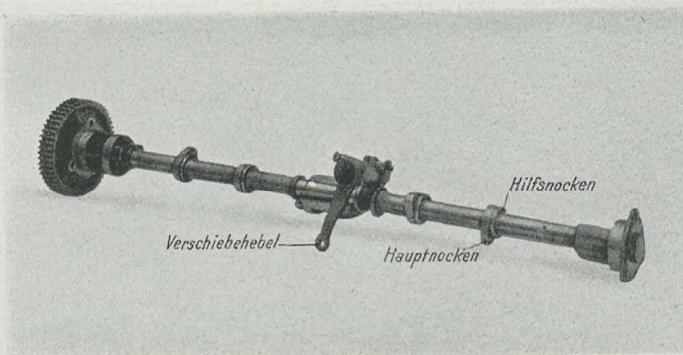

Abb. 45. Benz, Nockenwelle mit Hilfsnocken (Dekompressor).
1. aus der Nockenwelle (Abb. 45) mit einer den vorhandenen Ventilen entsprechenden Nockenzahl,
Bei stärkeren Motoren ist eine sogenannte Dekompressionsvorrichtung angebracht. Sie besteht aus Hilfsnodken, (Abb. 45) welche nach Verschieben der Nockenwelle die Auslaßventile im Kompressionstakt eine Zeitlang öffnen und dadurch den Kompressionsdruck verringern und so das Anwerfen des Motors erleichtern. Sichtbar angebracht ist diese Vorrichtung unter